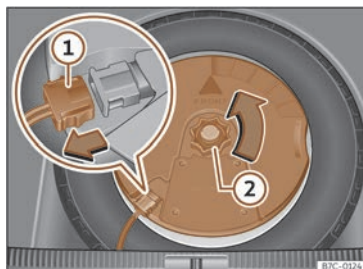

Fig. 230 Al maletger: desmuntar el subwoofer.
- Desconnecteu el cable de l'altaveu subwoofer >>> **fig. 230 ①**.
- Gireu la rodeta de fixació en sentit contrari a les agulles del rellotge >>> **fig. 230 ②**.